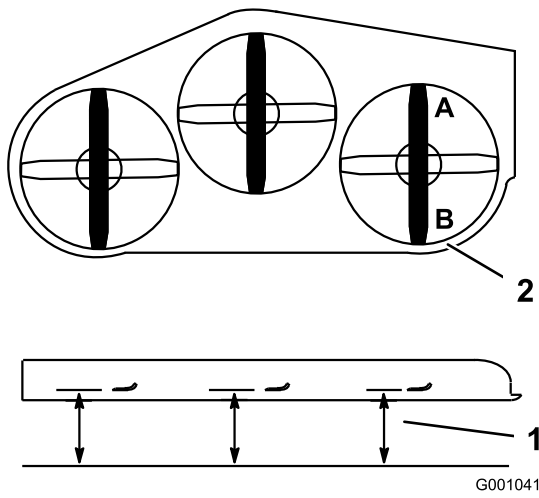

Figura 92
- Coloque una cuchilla en posición longitudinal. Mida en las posiciones **A** y **B** desde una superficie nivelada hasta el filo de corte de los extremos de la cuchilla (Figura 92).